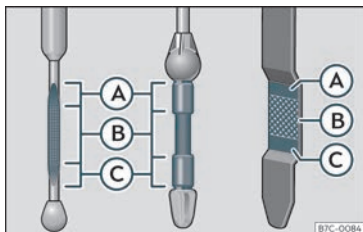

Fig. 186 Barra de medición do nivel de aceite.
- A continuación, volva extraela e comprobe o nivel de aceite»» **fig. 186**. Se for necesario, recargue aceite do motor.
• Cando o nivel de aceite alcance como mínimo a zona»» **fig. 186 B**, enrosque o tapón da boca de recarga con coidado »» **!**.
Se o nivel de aceite está por encima da zona»» **fig. 186 A**, non arranque o motor. Pode causar danos no motor e no catalizador. Informe a un taller especializado.
O nivel de aceite non deberá estar en ningún caso por encima da zona»» **fig. 186 A**. De non ser así, podería aspirarse aceite polo respiradoiro do cárter do cegoñal e chegar a atmosfera a través do sistema de escape.